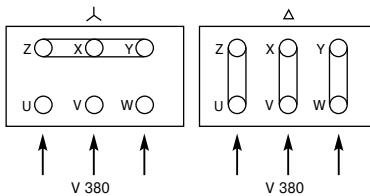

рис. 2 Подключение к электросети
- Подключить насос к сети согласно схемам указанным на рис. 2 и заземлить.